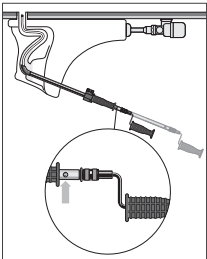

Figure 6 – Rallongement du câble
8. Pour débloquer le câble au-delà des 2 piles (60 cm) prévues, appuyez sur le bouton (Figure 6) et tenez la manivelle ou la perceuse jusqu'à ce qu'il s'engage dans le deuxième orifice.